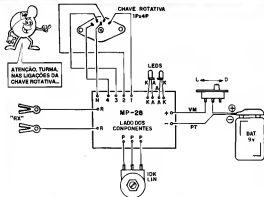

Fig. 6
- FIG. 6 - AS CONEXÕES EXTERNAS À PLACA - O Circuito Impresso ainda é visto pelo lado não cobreado (porém "limpo" dos componentes "de superfície", para não "embanhar o visual"...). Os pontos que exigem a maior atenção: conexões da alimentação (cuidado com a polaridade, como sempre codificada pelas cores dos fios que provém do "clip" da bateria...), ligações dos dois LEDs (atenção à perfeita identificação dos seus terminais...) e - principalmente - a cabagem à chave rotativa (qualquer dúvida, o Leitor/Aluno deve retornar à fig. 3, observando com muito cuidado a identificação e "número" de cada terminal, principalmente se o "modelo real" da chave utilizada diferir um pouco do mostrado nas figuras...). Note que a cabagem às garfinhas "jocará" (conexões RX de medição...) pode ser um pouco mais longa de modo a facilitar a utilização do conjunto, porém os fios à chave rotativa, potenciômetro, bateria e chave geral, não devem ser muito longos, pois isso, além de tornar a montagem "desleigante", costuma gerar problemas de